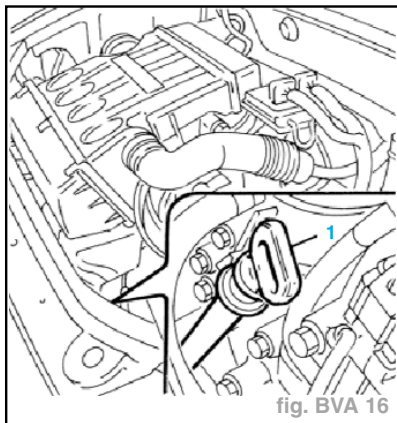

fig. BVA 16
- A l'aide de la jauge, vérifier que le niveau d'huile est compris entre les repères MIN et MAX (1) (fig. BVA 16).